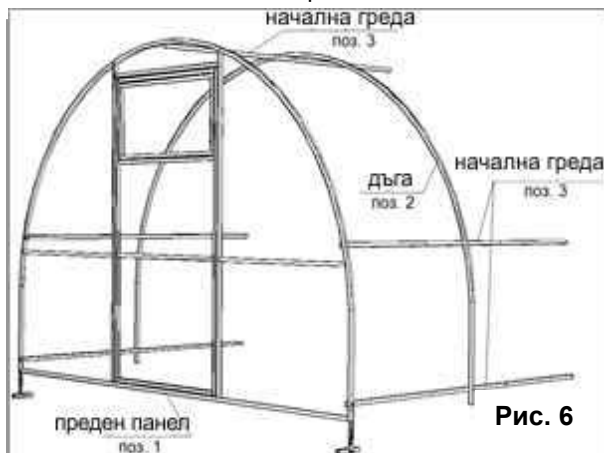

Рис. 6
5.2.3. Завийте за началните греди детайла на дъгата (от външната страна) съгласно рис. 6.